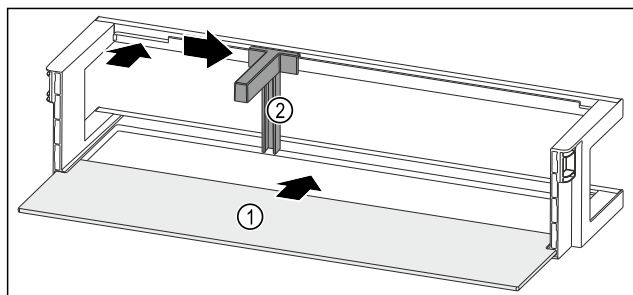

Fig. 141 Balconnet de contre-porte avec tablette de rangement
- Insérer la tablette de rangement Fig. 141 (1) dans les évidements latéraux.
- Insérer le range-bouteilles Fig. 141 (2) dans l'évidement.
- Pousser le range-bouteilles Fig. 141 (2) sur le côté en position souhaitée.